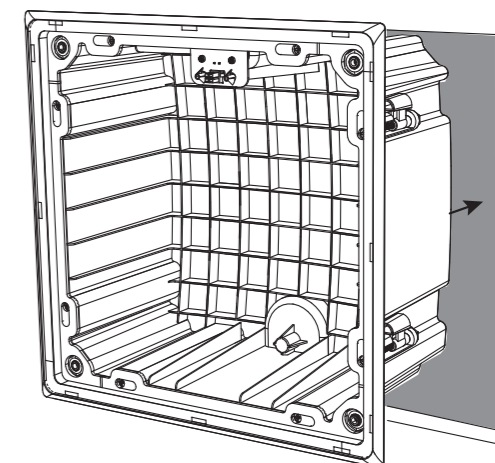

Fig. 17. Installing the back can
2. Avec les huit pinces de montage de la boîte arrière en position repliée (vers l'intérieur), appuyez sur la boîte arrière dans l'ouverture de la cloison sèche. Veillez à ne pas pincer les fils des enceintes ou vos doigts (Fig.17).